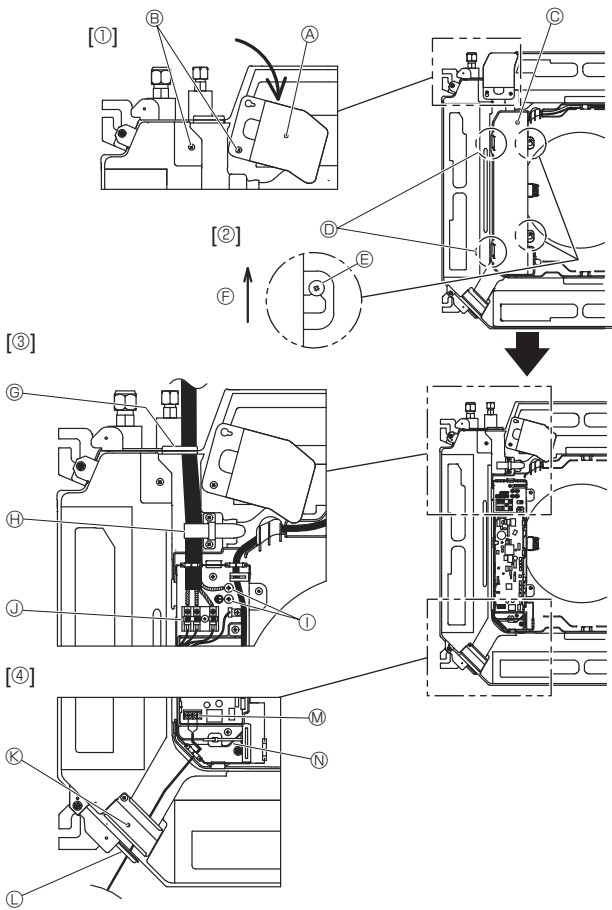
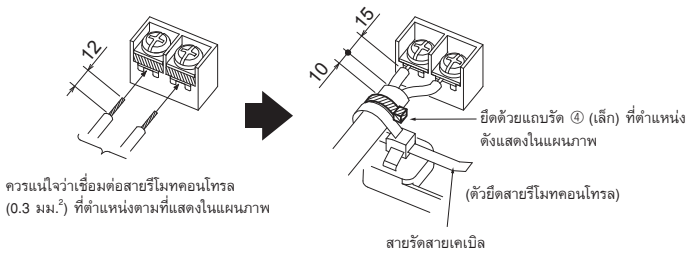

Fig. 6-1
Fig. 6-3
6.1. เครื่องภายในอาคาร (Fig. 6-1)
- คลายสกรูสองตัวที่ยึดแผงเซอร์วิสการเดินสายไฟออก จากนั้นหมุนแผงเซอร์วิสการเดินสายไฟ [Fig. 6-1 ①]
- คลายสกรูสองตัวที่ยึดฝาครอบตู้สายไฟออก จากนั้นเลื่อนฝาครอบตู้สายไฟ [Fig. 6-1 ②]
- เดินสายไฟ, สายเชื่อมต่อตัวเครื่องภายใน-ภายนอกอาคาร และสายดินผ่านช่องสายไฟที่ตั้งแสดงในแผนภาพ [Fig. 6-1 ③]
หากคุณไม่สามารถใช้ขั้วหุ้มพลาสติกแบบกลมได้ ให้ปฏิบัติตามขั้นตอนการทำงานใน Fig. 6-3 ถึง 6-6 ให้ดูที่ 6.1.1. และ 6.1.2. สำหรับการเชื่อมต่อ
- สอดและจัดวางสายรีโมทคอนโทรลผ่านช่องสายไฟที่ตั้งแสดงในแผนภาพ [Fig. 6-1 ④, Fig. 6-3] ให้ดูที่ 6.1.1. และ 6.1.2. สำหรับการเชื่อมต่อ